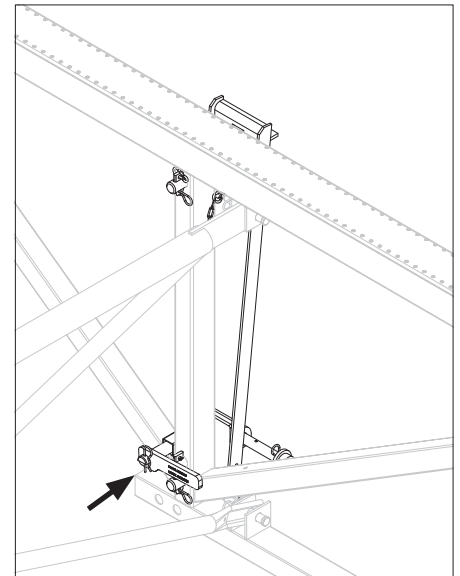

Fig. A2.06.2
3. Fixez le levier rouge (5.1) et sécurisez-le à l'aide de la goupille fendue. (Fig. A2.06.2)